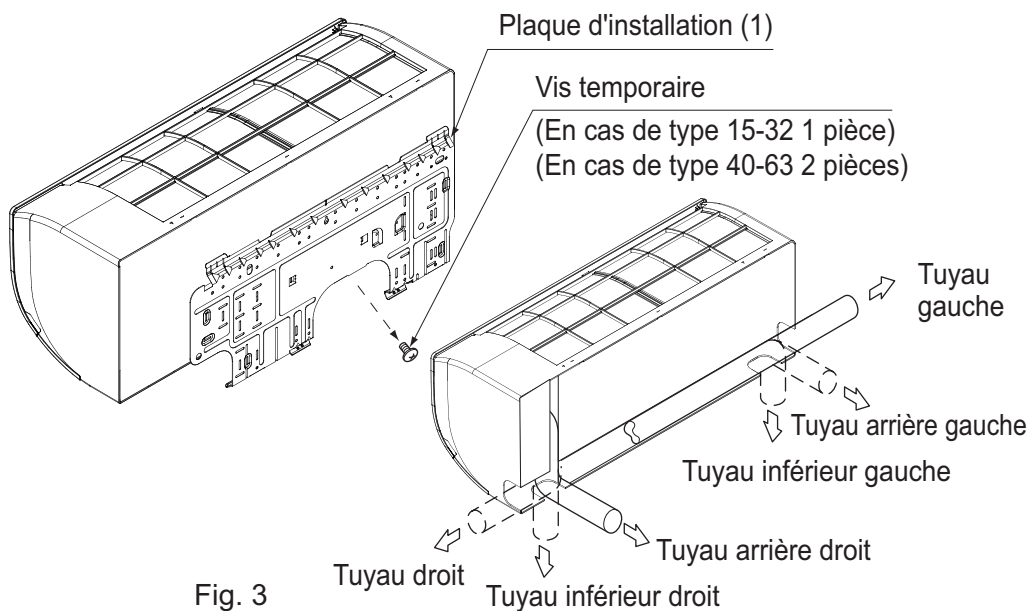

Fig. 3
- Le passage des tuyaux de réfrigérant et d'évacuation peut être effectué de l'une des 6 manières suivantes: par la gauche, par la partie inférieure gauche, par l'arrière gauche, par la droite, par la partie inférieure droite et par l'arrière droite. **(Reportez-vous à la Fig. 3)**
##### (Reportez-vous à la Fig. 3)